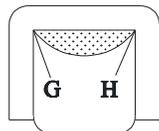

图 2-1-9
**STEP 06** 单击其中的  按钮, 返回到绘图界面, 单击要填充的区域, 并按回车键, 又返回到如图 2-1-8 所示的边界图案填充对话框。单击对话框中的“确定”按钮, 被填充的沙发如图 2-1-9 所示。
选择对象: 指定对角点: 找到 19 个 // 框选如图 2-1-9 所示的单人沙发
// 按 F8 键打开正交功能，单击如图 2-1-9 所示的 G 点，移动鼠标再单击其 H 点